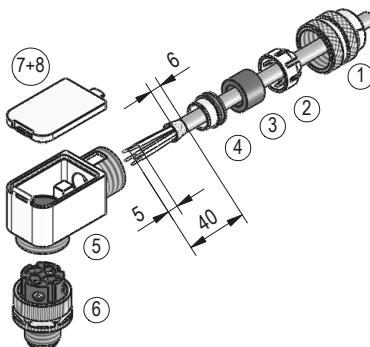
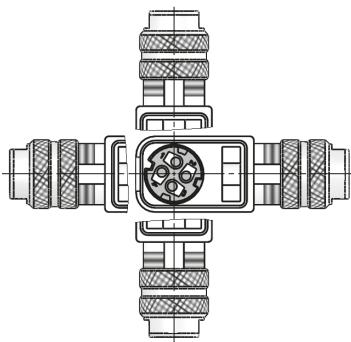

Abb. 4: Gegenstecker M12 D-kodiert gewinkelt
Abb. 5: Winkelstellungen
- Zubehör SIKO Art.Nr. "87600" M12 D-kodiert (Stift 4 pol. Bus) (Abb. 4 + Abb. 5).
##### Montage (Abb. 4)
#### Ändern der Winkelstellung (Abb. 5)